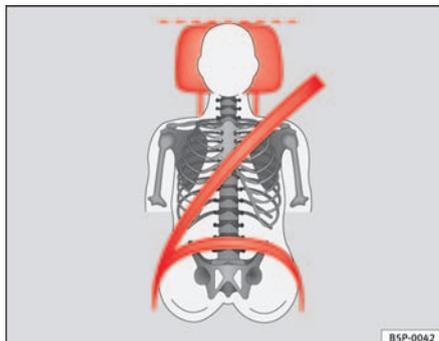
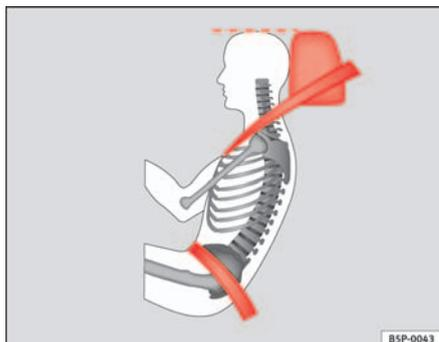

Fig. 3 Apoyacabezas ajustado correctamente visto de frente
Fig. 4 Apoyacabezas ajustado correctamente visto lateralmente
- Ajuste el apoyacabezas de modo que el borde superior quede, en la medida de lo posible, a la altura de la parte superior de la cabeza, como mínimo a la altura de los ojos ⇒ **fig. 3** y ⇒ **fig. 4**.